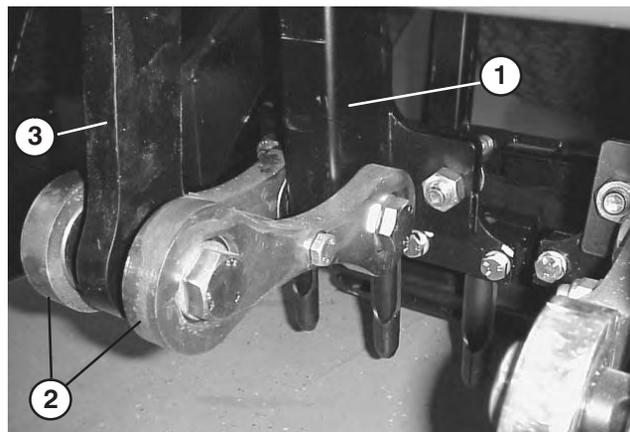

**Figure 32**
1. Desserrez l'écrou de blocage fixant le tube de tension au bras de tension (Fig. 32).
2. Tournez la pièce hexagonale sur le dessus du bras de tension jusqu'à ce que toute la tension du ressort soit éliminée (Fig. 32).
3. Retirez la goupille fendue et la goupille de tension fixant le haut de l'ensemble ressort au châssis (Fig. 32).
4. Retirez la goupille fendue fixant l'ensemble poulie de tension à l'arbre de tension (Fig. 32). Retirez l'ensemble de tension de l'arbre.
5. Retirez la vis, la rondelle-frein et la rondelle plate fixant le dessus du bras d'aération à la poulie (Fig. 32).